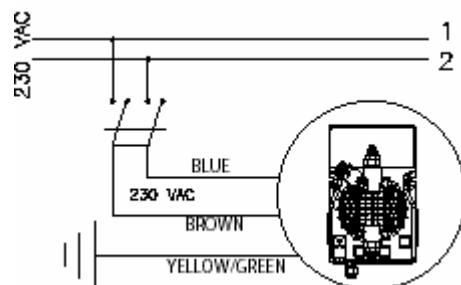

Рис. 4
1. Від'єднати піни від електричної розетки або вимкнути живлення двополюсним вимикачем з мінімальним відстанню між контактами 3 мм (Рис. 4)
б. – Перед початком установки ознайомтеся з правилами електричних підключень у вашому регіоні. (Рис. 4)